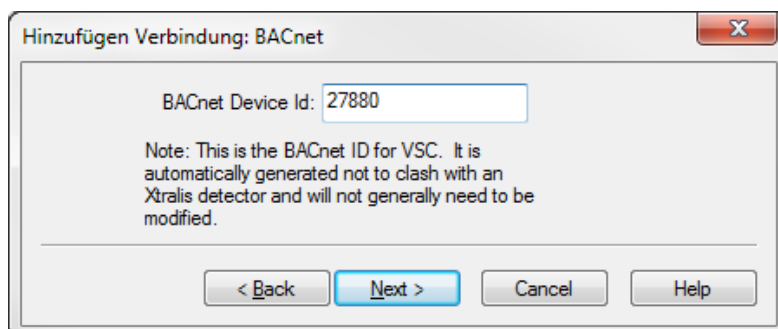

Abbildung 5-9: BACnet-Geräte-ID eingeben
5. Geben Sie eine eindeutige BACnet-Geräte-ID ein und klicken Sie danach auf „Weiter“ (Abbildung 5-9).